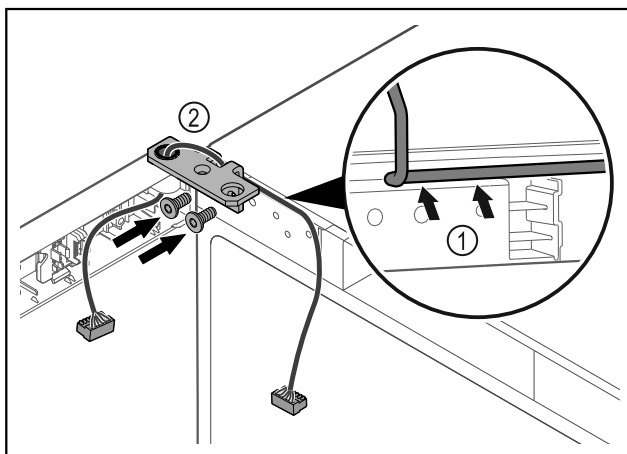

Fig. 44
- ▶ Ved'te kabel skrz vybrání úhelníku závěsu a opatrně jej položte Fig. 44 (1).
- ▶ Našroubujte úhelník závěsu Fig. 44 (2).